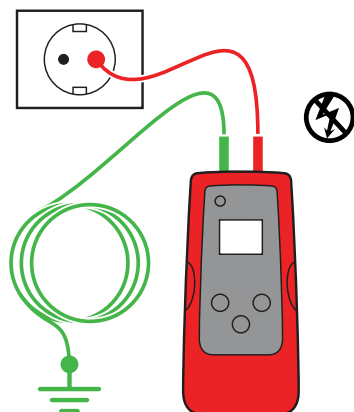

Figura 3.3a
3. Ligue o cabo de teste verde a um terminal de terra separado (estrutura em metal do edifício, cano de água em metal ou cabo de terra / Proteção de ligação à terra (PE) num circuito separado).
**ATENÇÃO:** Por motivos de segurança, isto apenas é permitido em circuitos sem eletricidade. (ver Figura 3.3a) Não utilize um fio de terra paralelo ao cabo que deseja localizar, já que tal irá reduzir ou cancelar o sinal de localização.